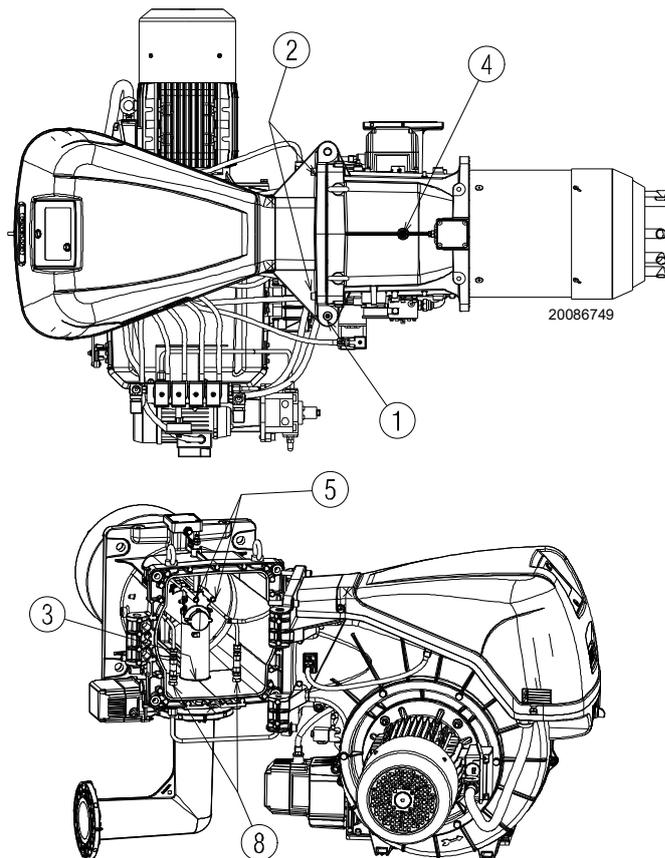

Abb. 17
Werkseitig wird der Brenner für Rechtsöffnung eingestellt, der Stift 1)(Abb. 17) bleibt daher an seinem Platz.
- C** Öffnen Sie den Brenner komplett wie aus Abb. 17 ersichtlich;
Für die Rechtsöffnung des Brenners müssen Sie vor dem Entfernen des Stifts 1)(Abb. 17) prüfen, ob die 4 Schrauben 2) gut festgezogen sind. Schieben Sie dann den Stift 1) auf die gegenüberliegende Seite, nur so ist es möglich die Schrauben 2) zu entfernen. Trennen Sie den Anschluss 9 (Abb. 17) des Maximal-Gasdruckwächters und gehen Sie dann wie unter Punkt **C**) beschrieben vor.